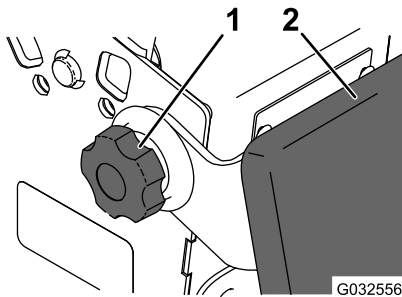

Figure 15
2. Desserrez les boutons rotatifs de chaque côté de la machine (Figure 15).